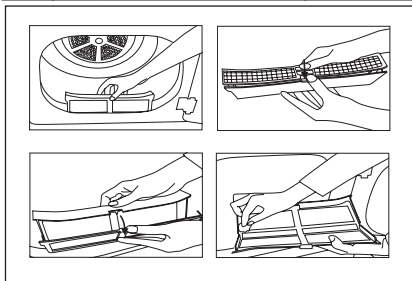

Figure 1
- 2.a) Si le filtre de la trappe du produit peut être ouvert comme dans la Figure 1, retirez le filtre en tirant vers le haut et ouvrez le filtre.